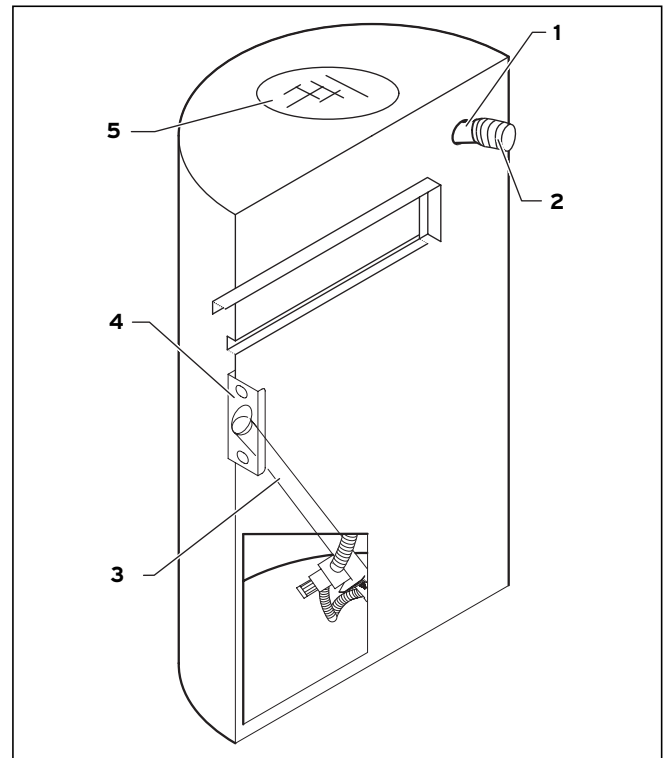

Abb. 5.5 Funktionselemente des Vorratsbehälters
Flanschverbindung: Die Flanschverbindung (8) verbindet die Einschiebschnecke (3, Abb. 5.5) aus dem Vorratsbehälter mit dem Fallschacht (1) des Pelletkessels.